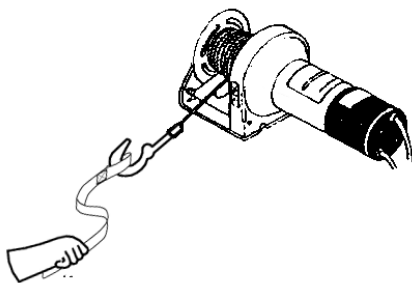

Figure 5
6. NE FAITES JAMAIS FONCTIONNER LE TREUIL AVEC MOINS DE 5 TOURS DE CÂBLE MÉTALLIQUE SUR LE TAMBOUR, parce que l'attache d'extrémité du câble ne supportera pas la charge. SERVEZ-VOUS TOUJOURS DE LA SAUVEGARDE DES MAINS pour guider le crochet lors de l'enroulement des derniers mètres de câble (voir Figure 5).